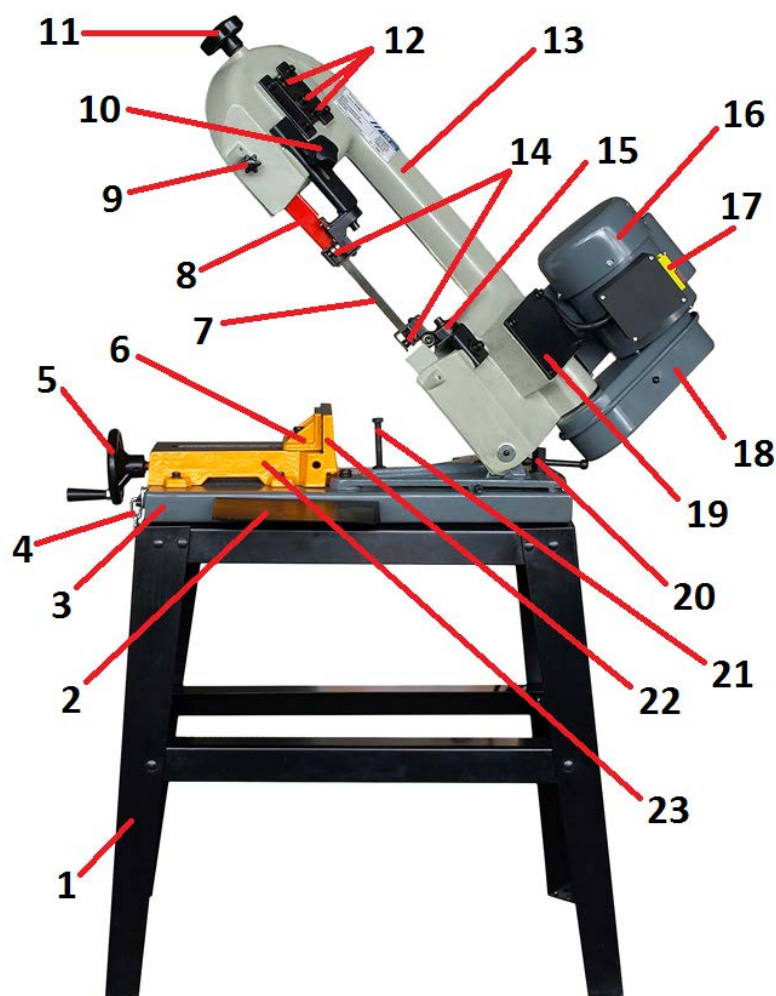
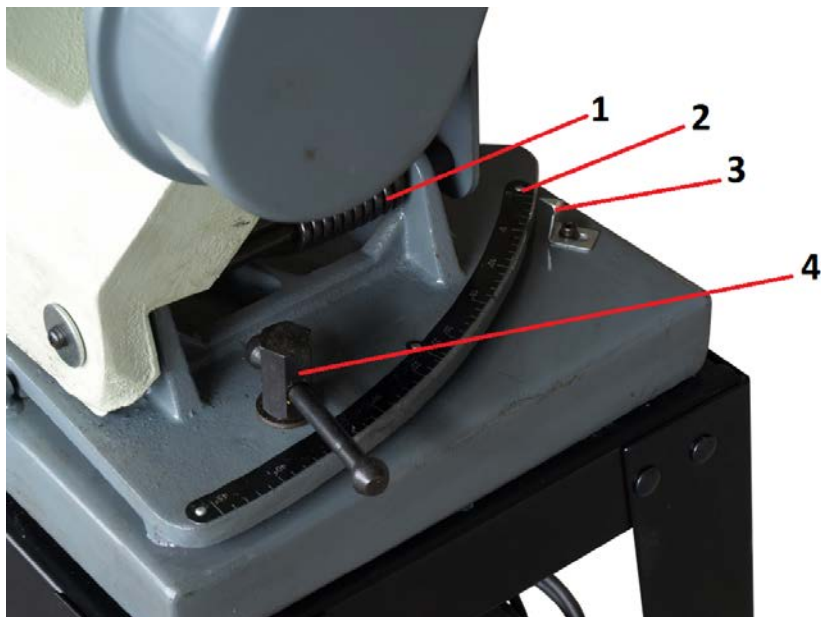

Рис. 1.1 Принципиальное устройство станка:
Рис. 1.2 Принципиальное устройство станка
После сборки подставки (поз. 1 рис. 1.1), установите на неё и закрепите крепёжными изделиями пильный агрегат (поз. 13 рис. 1.1) на основании (поз. 3 рис. 1.1). Прикрепите к основанию (поз. 3 рис. 1.1) стол дополнительный (поз. 2 рис. 1.1). Установите на тиски (поз. 23 рис. 1.1) упор длины реза.
- открутите винт (поз. 9 рис. 1.1) и снимите цепь (поз. 4 рис. 1.1) крепления пыльного агрегата (поз. 13 рис. 1.1) при транспортировке;
- выполните натяжение пыльного полотна (поз. 7 рис. 1.1) – рекомендуемый прогиб пыльного полотна в зоне резания должен быть 1-3 мм. Натяжение ленточного пыльного полотна считается достаточным, когда отсутствует его поперечное перемещение в зоне резания. Что подтверждается отсутствием его проскальзывания на ведомом и ведущем колёсах;
- подымите пыльный агрегат (поз. 13 рис. 1.1) в исходное положение;
- смажьте тонким слоем машинного масла направляющие перемещения передней губки (поз. 6 рис. 1.1) тисков (поз. 23 рис. 1.1);
- опустите пыльный агрегат (поз. 13. Рис. 1.1) и закрепите его цепью (поз. 4 рис. 1.1) и винтом (поз. 9 рис. 1.1);
- откройте крышку (поз. 18 рис. 1.1) механизма привода редуктора;
- ослабьте крепление электродвигателя (поз. 16 рис. 1.1) и переместите в сторону к редуктору;
- переместите электродвигатель (поз. 16 рис. 1.1) от редуктора, натяните ремень и закрепите электродвигатель (поз. 16 рис. 1.1);
- закройте крышку (поз. 18 рис. 1.1) механизма привода редуктора.
4. Открутите винт (поз. 9 рис. 1.1), снимите цепь (поз. 4 рис. 1.1) и подымите пыльный агрегат (поз. 13 рис. 1.1) в вертикальное исходное положение.
2. Подымите пильный агрегат (поз. 13 рис. 1.1) в исходное положение.
4. Установите заготовку в тиски (поз. 23 рис. 1.1) – прижмите к задней губке (поз. 22 рис. 1.1) тисков и подожмите передней губкой (поз. 6 рис. 1.1) тисков.
Отрегулируйте подвижную направляющую (поз. 8 рис. 1.1) - она должна находиться как можно ближе к зоне резания.
6. Опустите пильный агрегат (поз. 13 рис.1.1) и выполните отрезание заготовки.
После окончания резания пильный агрегат (поз. 13 рис. 1.1) ляжет на ограничительный упор (поз. 21 рис. 1.1).
9. Подымите пильный агрегат (поз. 13 рис. 1.1) в исходное положение.
2. Опустите пильный агрегат (поз. 13 рис. 1.1).
3. Ослабьте фиксатор (поз. 4 рис. 1.2) пильного агрегата (поз. 13 рис. 1.1).
4. Поверните пильный агрегат (поз. 13. Рис. 1.1) на требуемый угол резания по шкале (поз. 2 рис. 1.2) и затяните фиксатор (поз. 4 рис. 1.2) пильного агрегата.